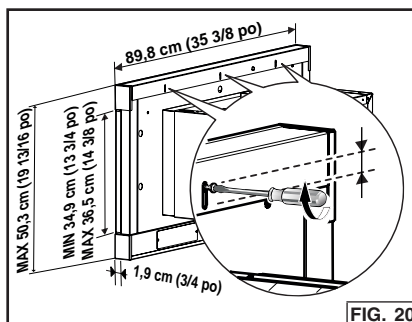

FIG. 20
1. Desserrez (3) vis de la garniture décorative supérieure. Fig. 20.
3. Resserrez à nouveau les (3) vis de la garniture décorative supérieure.